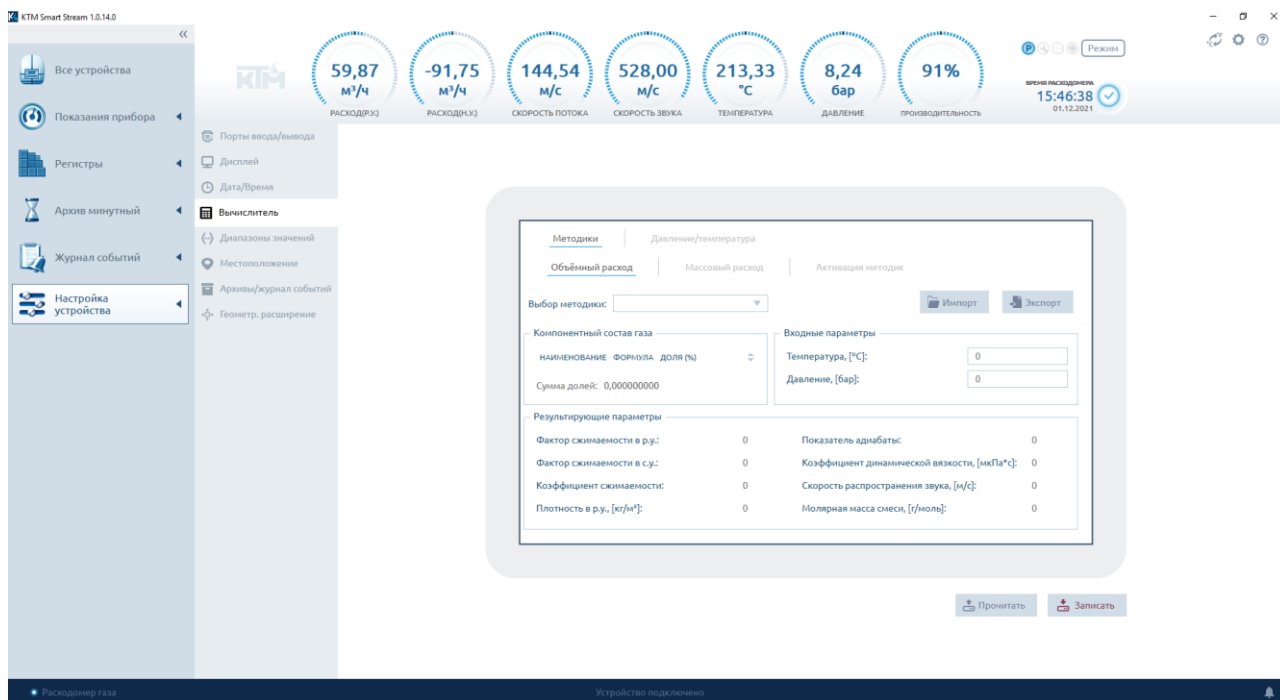

Рисунок 106 – Настройки вычислителя
- установить компонентный состав и параметры измеряемой среды (рисунок 106);